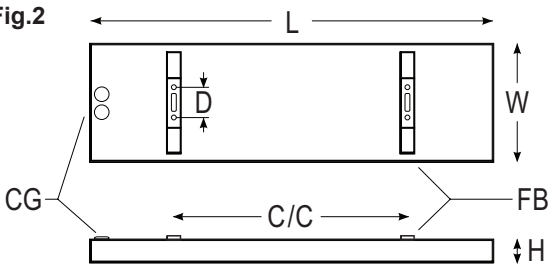

Fig.3
2. The two supplied ceiling brackets should be fitted with a C/C distance, see fig.2 and table. There are two mounting holes per ceiling bracket, where "D" is the distance between the holes, fig.3. The fixing brackets "FB", on top of the heater, is to be hung up and fixed to the ceiling brackets.
2. Ein Satz Deckenhalterungen wird mitgeliefert. Den Halterungsabstand „C/C“ entnehmen Sie fig.2 und der Tabelle. Jede Deckenhalterung hat zwei Montagelöcher. In fig.3 ist „D“ der Abstand zwischen den Löchern. Die Montage-Halterungen „FB“ an der oberen Seite des Geräts sind gemeint für zur Befestigung an der den Wand- oder Deckenhalterungen vorgesehen.
2. Un jeu de supports de montage est inclus avec la livraison. La distance d'installation «C/C» doit être respectée, voir la figure 2 et le tableau. Il y a deux trous de montage par support de montage (plafond). «D» est la distance entre les trous (fig.3). Le support de montage «FB» sur le chauffage est destiné à être fixé aux supports de plafond.
2. Met de levering is een set montagebeugels inbegrepen. De montageafstand "C/C" dient in acht te worden gehouden, zie fig.2 en de tabel. Er zijn twee montagegaten per montagebeugel (plafond). "D" is de afstand tussen de gaten (fig.3). De montagebeugel "FB" op de heater zijn voor de bevestiging aan de plafond beugels.
2. Medföljande takfästen ska monteras med ett C/C-avstånd, se fig.2 och tabell. Det finns två hål per fäste där "D" är avståndet mellan hålen, fig.3. Monteringsfästen "FB", ovanpå värmaren, ska hängas upp och skruvas fast i takfästena.